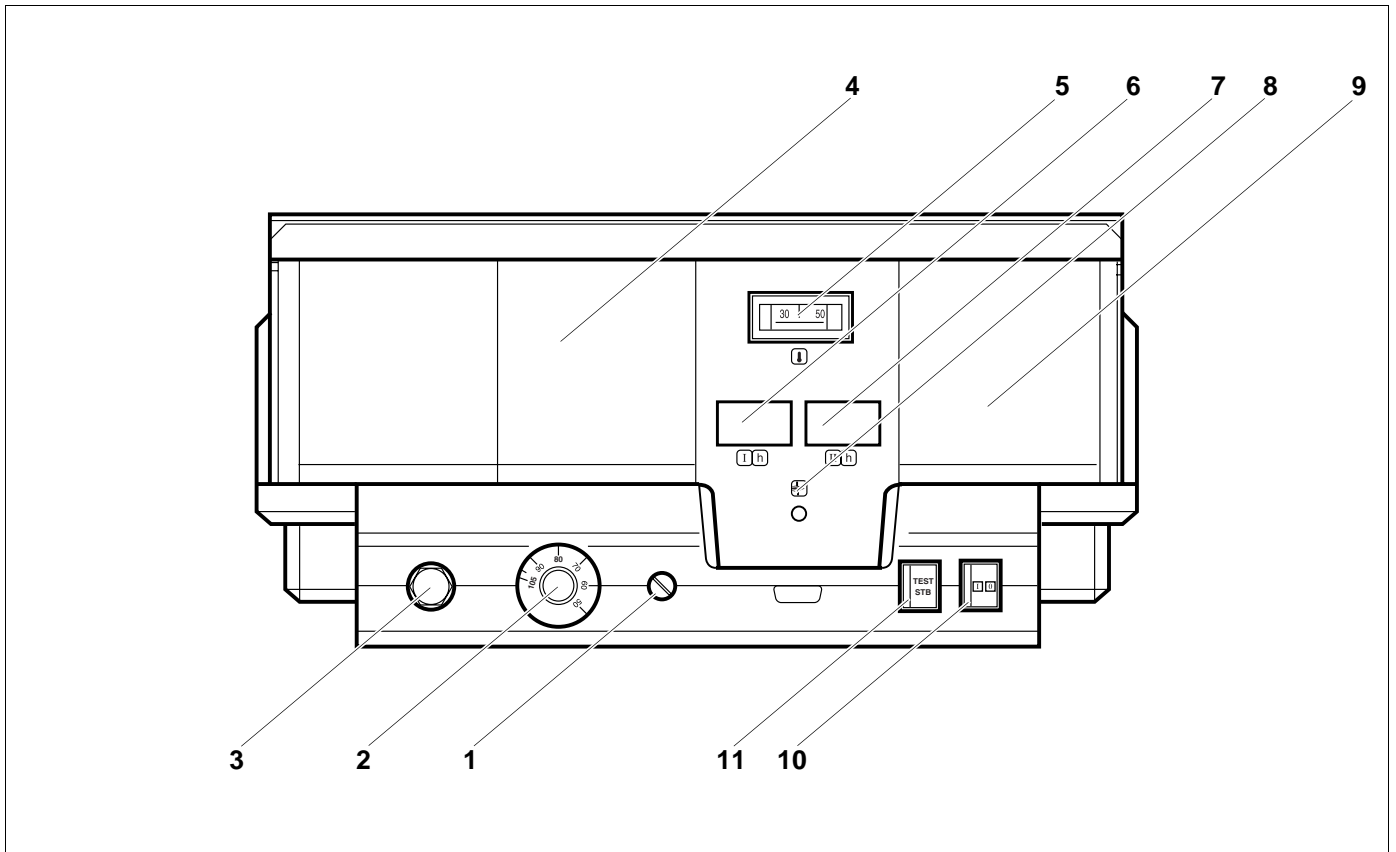

Abb. 1 Bedienelemente Regelgerät CFB 810
### Legende für Abb. 1
Ist der Kessel mit einem Kesselbetriebsmodul ZM 427 oder externer Regelung ausgerüstet, muss der Kesselwasser-Temperaturregler (Abb. 1, **Pos. 2**) auf mindestens 80 °C eingestellt werden.
Der Kesselwasser-Temperaturregler (Abb. 1, **Pos. 2**) ist ein Zweibahnen-Temperaturregler für den 2-stufigen Brennerbetrieb.
Leuchtet die Anzeige Brennerstörung (Abb. 1, **Pos. 8**), verständigen Sie zur Störungsbehebung Ihre Heizungsfirma.
Die Taste STB (Abb. 1, **Pos. 11**) ist für die Prüfung des Sicherheitstemperaturbegrenzers (Abb. 1, **Pos. 3**) durch die Heizungsfirma.
- Taste STB (Abb. 1, **Pos. 11**) drücken und gedrückt halten bis STB (Abb. 1, **Pos. 3**) ausgelöst wird.
- Zur Entriegelung des Sicherheitstemperaturbegrenzers (Abb. 1, **Pos. 3**) muss die Hutmutter am STB abgedreht und der darunter liegende Entstörknopf eingedrückt werden.
- Einstellknopf (Abb. 5) vom Kesselwasser-Temperaturregler (Abb. 1, **Pos. 2**) abziehen.
- Einstellknopf wieder auf Kesselwasser-Temperaturregler (Abb. 1, **Pos. 2**) aufstecken.